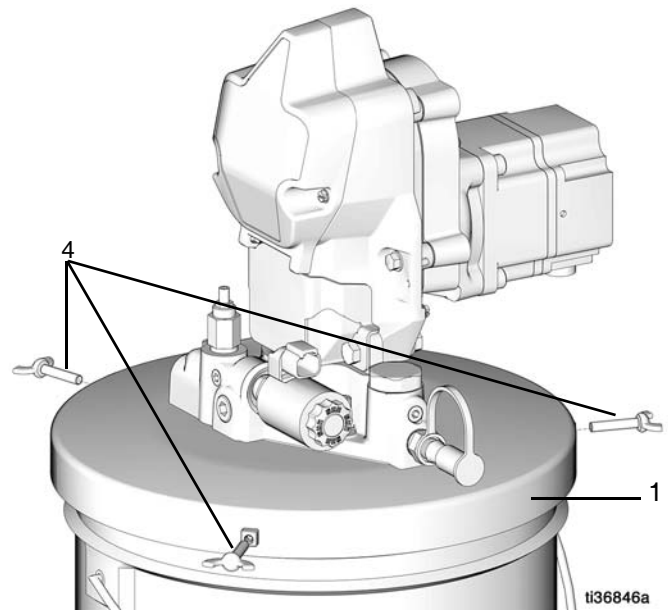

FIG. 10
10. Installer les vis papillon (4) dans le couvercle (1) et serrer fermement (FIG. 10).